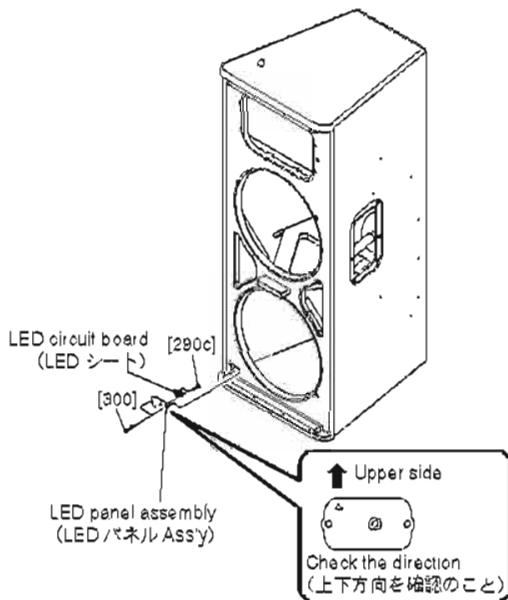

Fig. 7 (図 7)
- 4-2. Remove the two (2) screws marked [300]. The LED panel assembly can then be removed. (Fig. 7)
- 4-3. Remove the two (2) screws marked [290c]. The LED circuit board and the LED panel sub assembly can then be separated. (Fig. 7)
- 4-2. [300] のネジ 2 本を外して、LED パネル Assy を外します。(図 7)
- 4-3. [290c] のネジ 2 本を外して、LED シートと LED サブパネル Assy を別けます。(図 7)